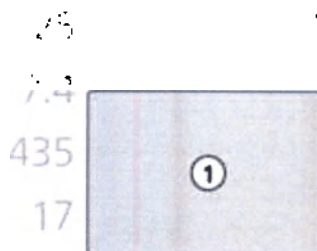

Рисунок 7-4. Отображение окна «Графики» (1)
1. Чтобы открыть окно «Графики», коснитесь экрана в любой точке области отображения графика. См. (1) на рис. 7-4.